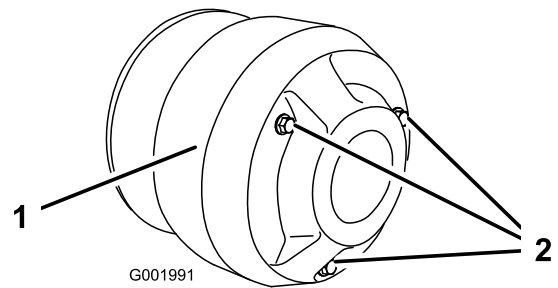

図 55
4. クラッチ・カバーのボルト (3本) を外してカバーを取る (図 55)。